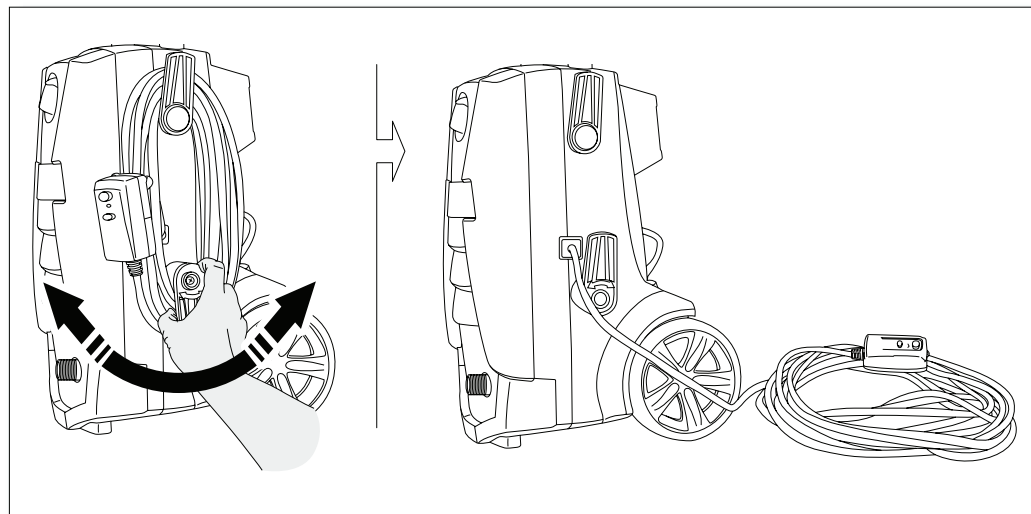

Fig. 3
- Quite el cable de alimentación de la unidad girando el gancho inferior del sujetador hacia la derecha o izquierda hasta que se levante. El cable de alimentación puede deslizarse libremente desde la unidad de hidrolavadora. (Fig. 3)